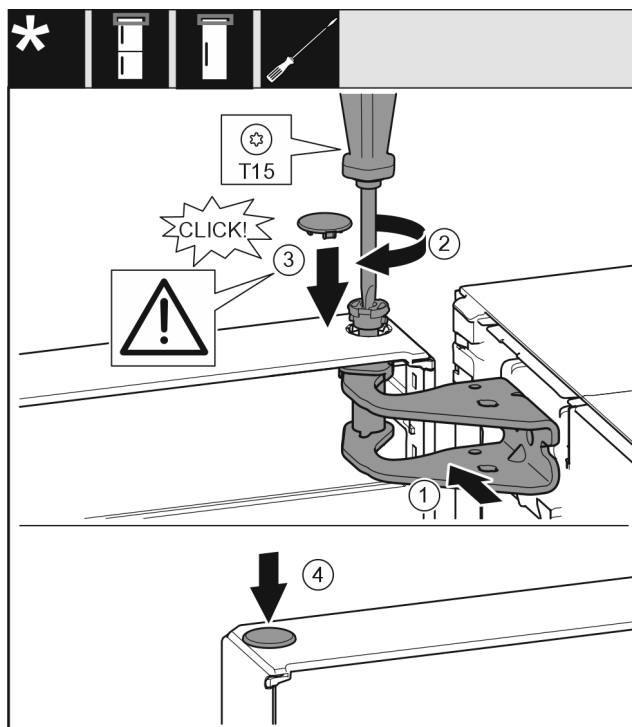

Fig. 19
- ▶ Tür oben zur Öffnung im Lagerbock ausrichten. Fig. 19 (1)
- ▶ Bolzen einsetzen und mit Schraubendreher T15 festschrauben. Fig. 19 (2)
- ▶ Sicherungsabdeckung zur Sicherung der Tür montieren: Sicherungsabdeckung einsetzen und Kontrollieren ob sie auf der Tür aufliegt. Ansonsten Bolzen vollständig einsetzen. Fig. 19 (3)
- ▶ Stopfen einsetzen. Fig. 19 (4)